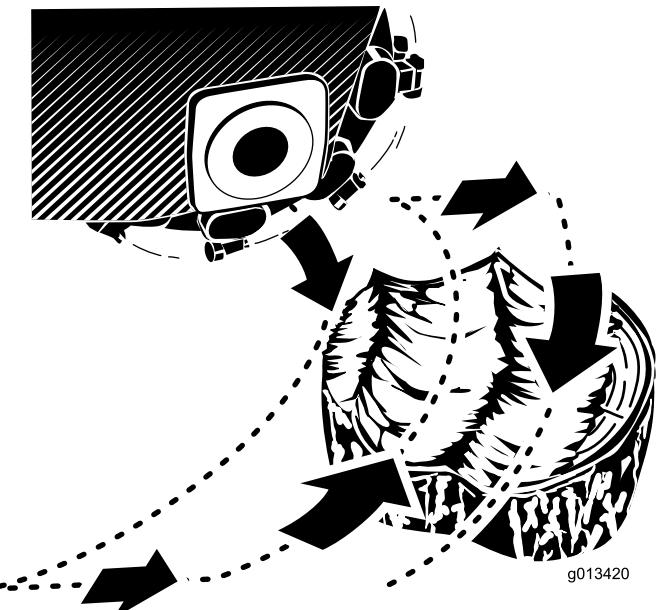

Figura 22
2. Utilize a alavanca do controlo do triturador e o controlo da tração para posicionar o triturador na lateral da parte da frente do tronco, cerca de 2 cm abaixo da superfície (Figura 22).
4. Utilize a alavanca de controlo do triturador para girar o triturador lentamente na face do tronco, cortando lascas (Figura 22).
5. Desloque a máquina para a frente alguns centímetros e repita o passo 4 (Figura 22).
6. Repita os passos 4 a 5 até ter triturado toda a face do tronco (Figura 22).